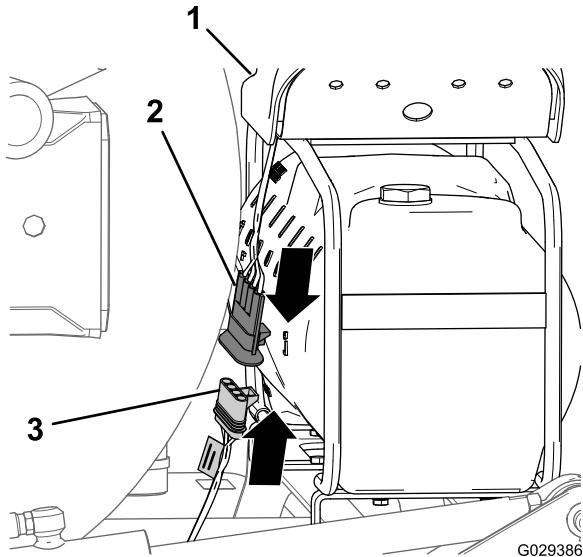

図 17
- ハーネスの 236cm の枝線の端部についている4口コネクタを、コンプレッサから来ているハーネスの4ピンコネクタに合わせる図 17。
- 4口コネクタに4ピンコネクタを接続する図 17。